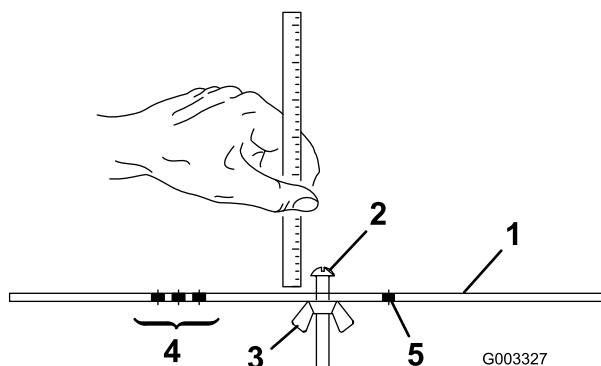

図 25
2. ゲージバー 図 25 のナットをゆるめ、調整ねじを希望の刈り高に合わせる